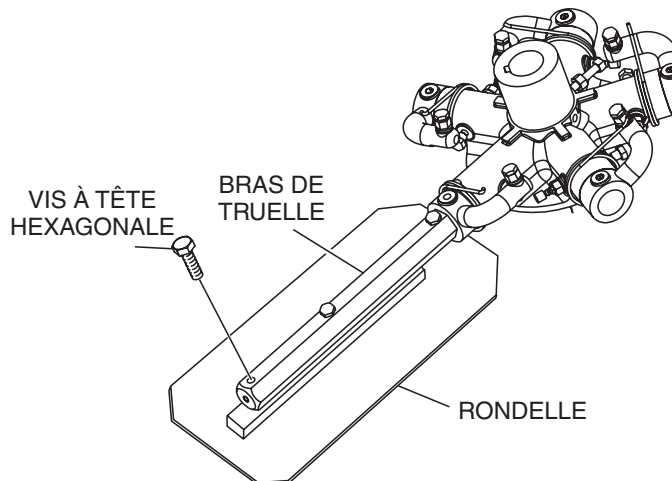

Figure 33. Dépose de la lame
3. Retirer les boulons et les rondelles (figure 33) qui fixent la lame au bras de truelle, puis retirer la lame.